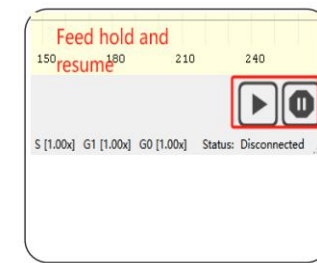

図20 フィードの保留と再開
- レーザーの動作中に一時停止し、未完了の作業を再開したい場合は、図 20 に示すように、フィード保留および再開ボタンをクリックします。